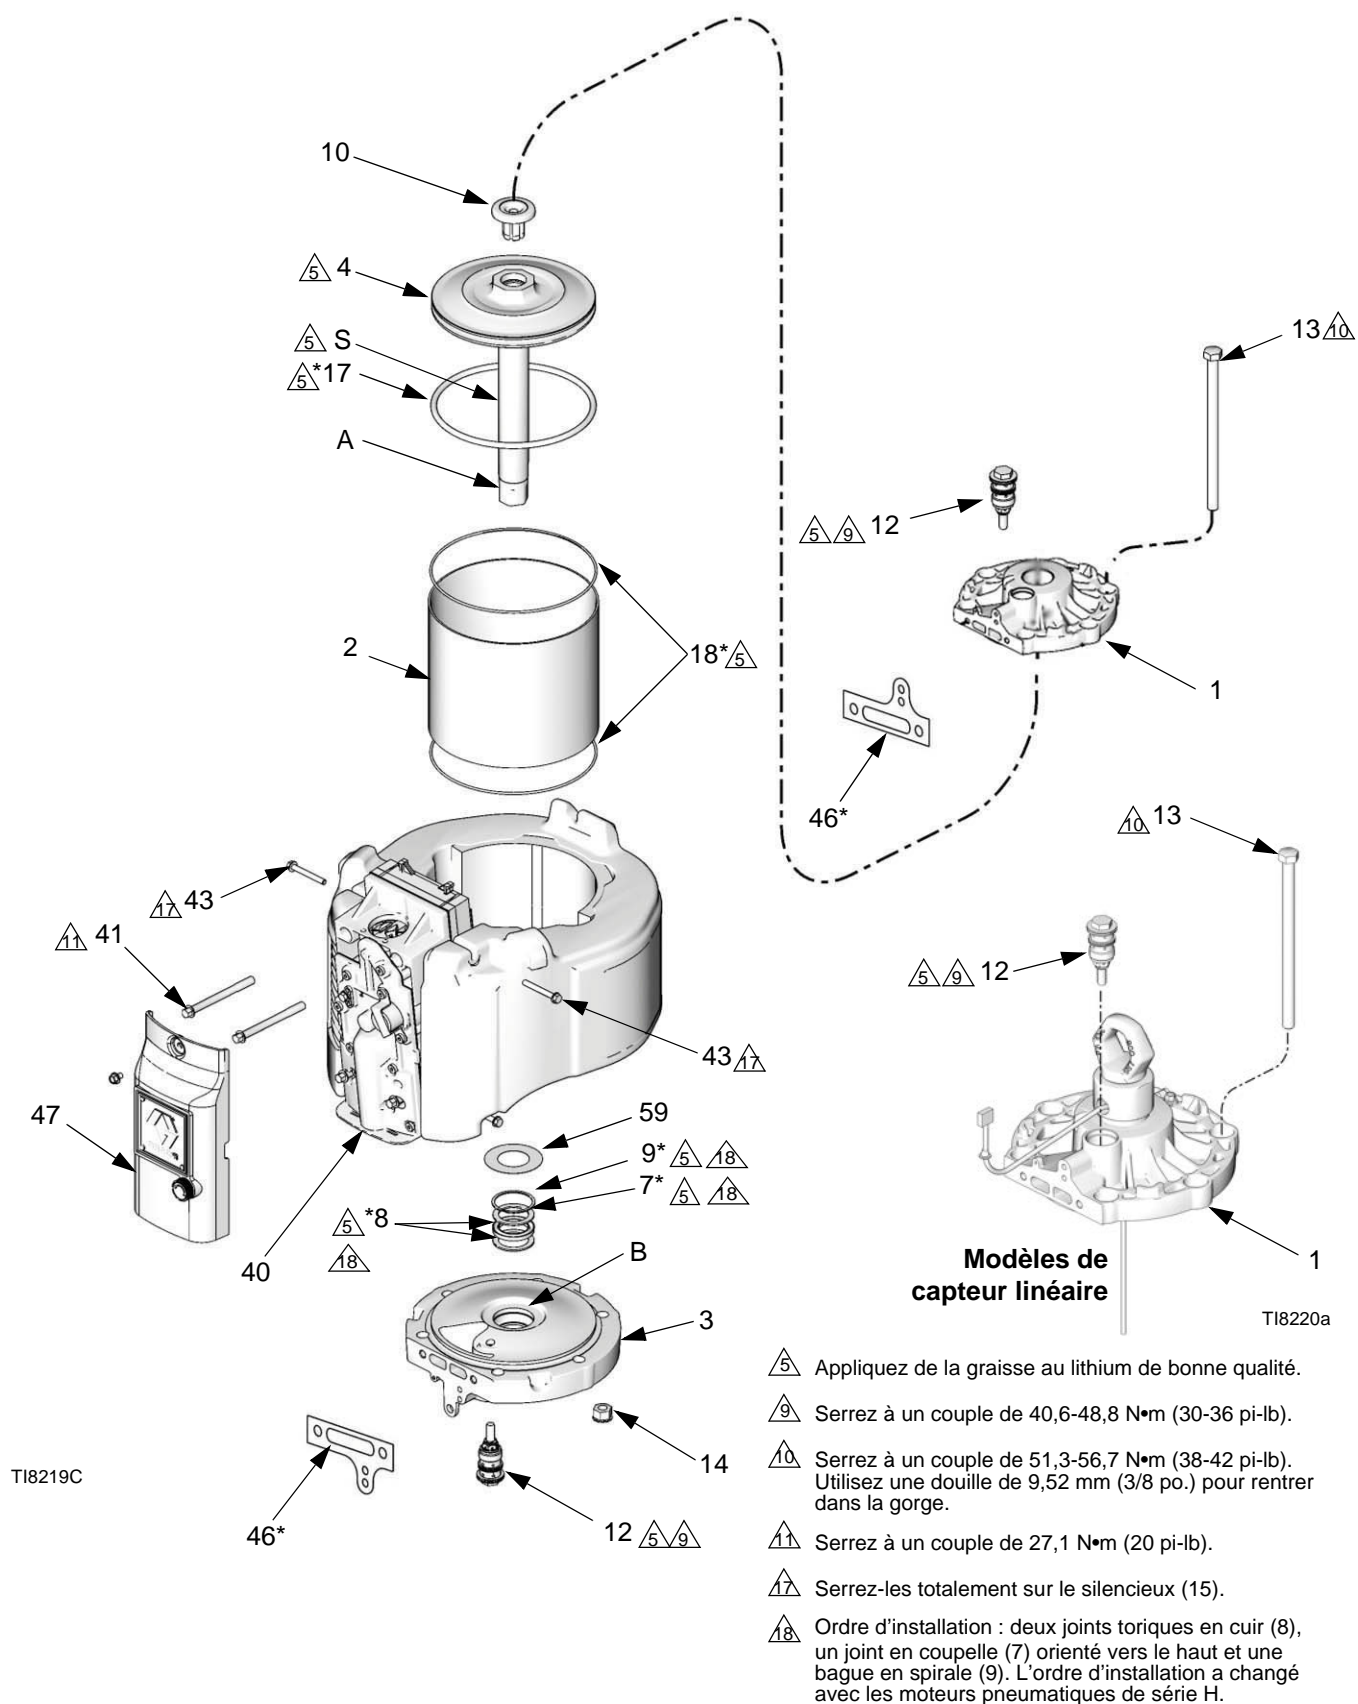

FIG. 12. Réparation du moteur pneumatique
5. Retirez le capot de vanne extérieure (47). Consultez la FIG. 12.
6. Retirez les quatre vis (43) et le silencieux (15).
7. Retirez les deux vis supérieures de la vanne d'air (41). Desserrez, mais sans les retirer, les deux vis inférieures (41). Inclinez la vanne d'air (40) pour faciliter le démontage.
8. Retirez les boulons d'accouplement (13). Utilisez un maillet en caoutchouc, frappez le dessous du chapeau supérieur (1) afin de le détacher. Soulevez le chapeau supérieur du moteur.
9. Débranchez le moteur pneumatique du bas de pompe (consultez le manuel de votre pompe). Laissez l'adaptateur de l'axe du piston (A) attaché à l'arbre (S).
10. Sortez l'ensemble de piston (4) par le haut du cylindre (2).
11. Inspectez le joint torique du piston (17). Contrôlez le piston (4) et l'axe de piston (S) pour voir s'ils sont rayés ou endommagés. Le piston de rechange (4) comprend un piston, un axe (S), un adaptateur (A) et un amortisseur (10).
12. Retirez le cylindre (2). Recherchez d'éventuelles traces de rainure ou de dommages sur la surface interne. Remplacez si elle est endommagée.
13. Retirez l'amortisseur (59), la bague de retenue (9), les joints de secours (8) et les joints en V (7) du capot inférieur (3). Inspectez ces pièces à la recherche d'usure ou de dommages. Inspectez le coussinet (B) en place (de petites rayures sont tolérées). Si le coussinet est endommagé, remplacez le capot inférieur (3).
1. Consultez la FIG. 12. Installez deux joints de secours (8*) puis les joints en V (7*) en orientant les lèvres vers le haut. Ensuite, installez la bague de retenue (9*) dans le capot inférieur (3). Lubrifiez les joints. Installez l'amortisseur (59).